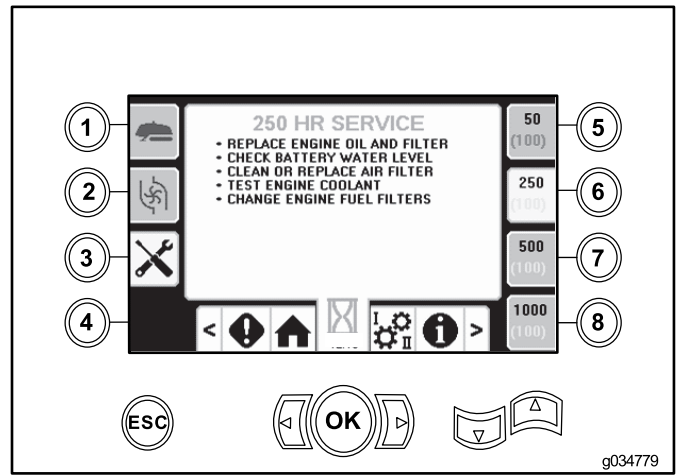

Figura 44
- Botão 6 – calendário de manutenção de 250 horas (Figura 44)